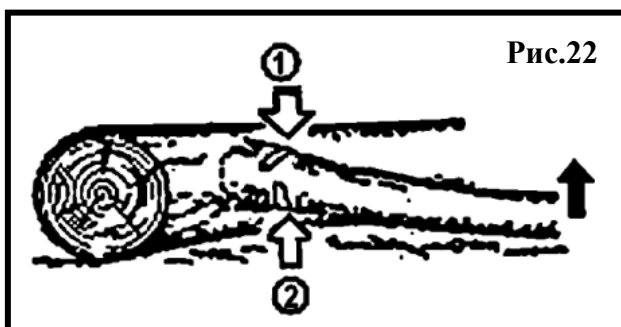

Рис.22
2.9.4. Резка ветви лежащего дерева (рис.22).